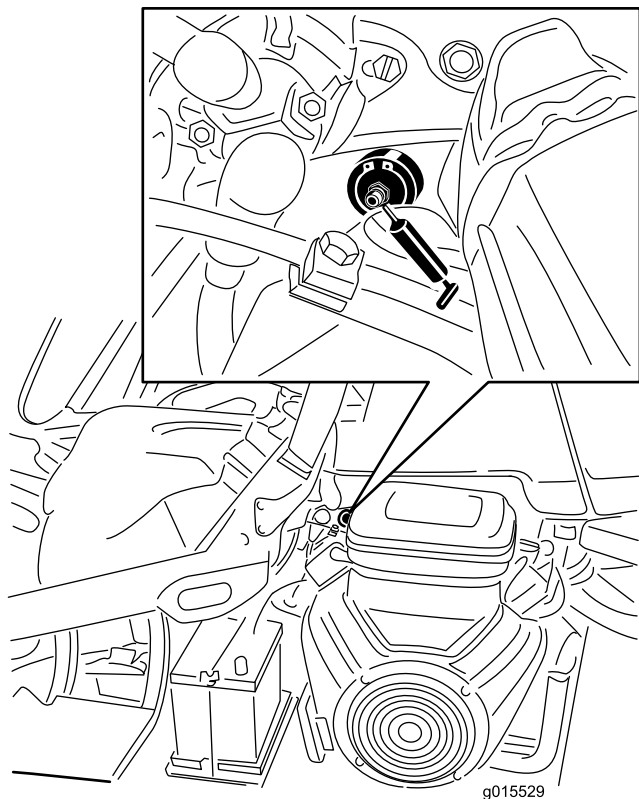

図 41
1. 異物を入れてしまわないよう、グリスフィッティングをきれいに拭く 図 41